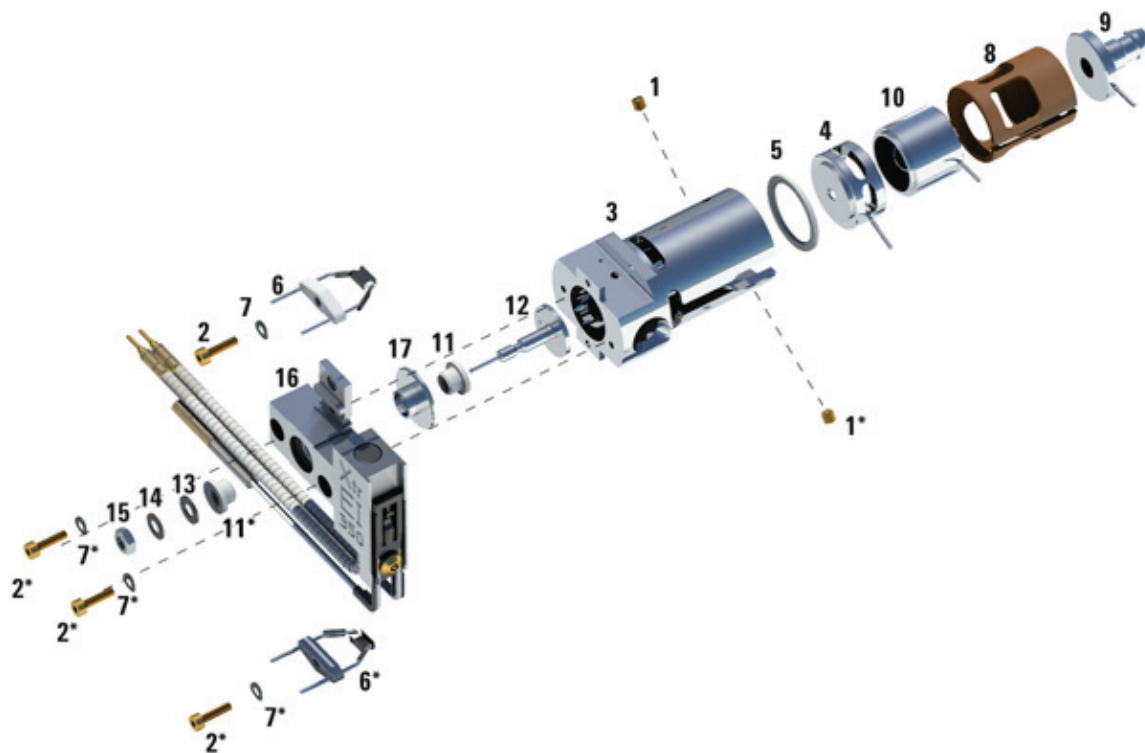

Figure 65. Montage de la source EI XTR
Se reporter à la vue éclatée des pièces et à la liste des pièces de la source EI XTR en suivant cette procédure. (Voir **Figure 65** et **Tableau 22** page 223.)
- 1 Monter la lentille de focalisation d'ions, la lentille d'entrée étendue et l'isolant de lentille. (Voir **Figure 65** et **Tableau 22** page 223.)
- 2 Fixer l'isolant de lentille d'extracteur sur la lentille d'extracteur et les faire coulisser dans la source. (Voir **Figure 65** page 223.)
Tableau 22 Liste des pièces de la source EI XTR (Figure 65)
Tableau 22 Liste des pièces de la source EI XTR (Figure 65) (suite)